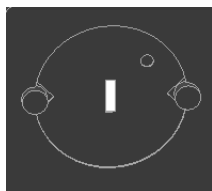

图 6.1.3.2
4.若氙灯光斑中心与狭缝中心存在微小差距，通过螺丝 D4（图 6.1.3.1 中箭头 D4 位置）的 3 个螺丝调节，先拧松螺丝 D4（注意：无需拧下螺丝），旋转整体灯室，将氙灯光斑中心对准狭缝中心，再拧紧螺丝。